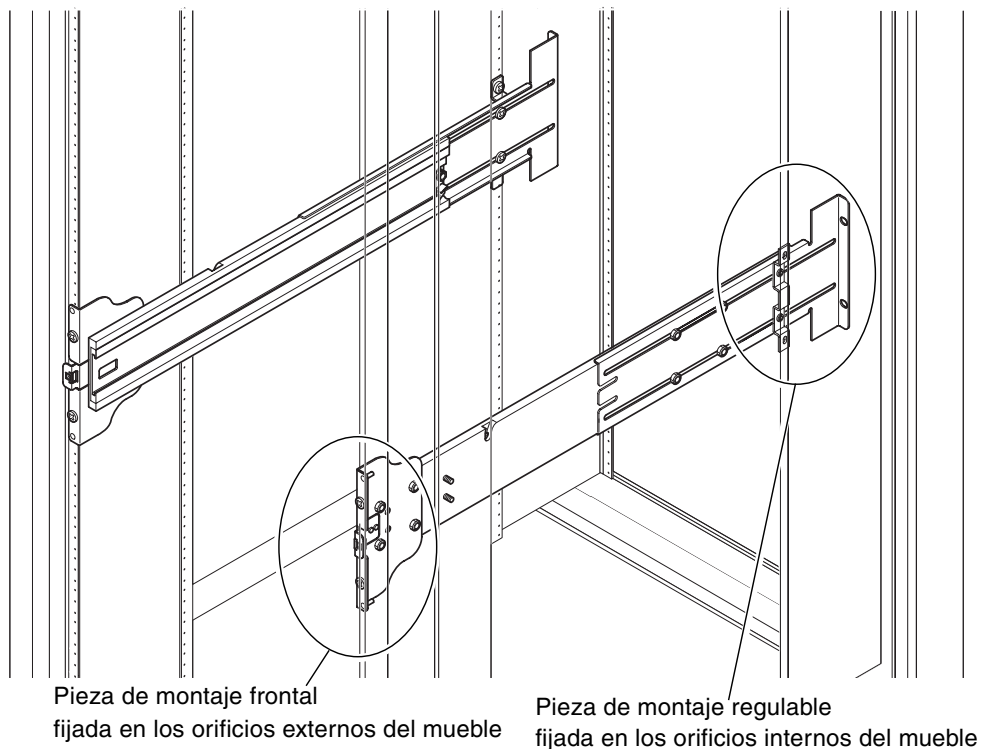

FIGURA 1-4 Instalación de los rieles en un mueble Sun Fire
1. Inserte las patillas de la pieza de montaje frontal en los orificios 22 y 33 del mueble (FIGURA 1-4).
1. Inserte las patillas de la pieza de montaje frontal en los orificios 58 y 69 del mueble (FIGURA 1-4).